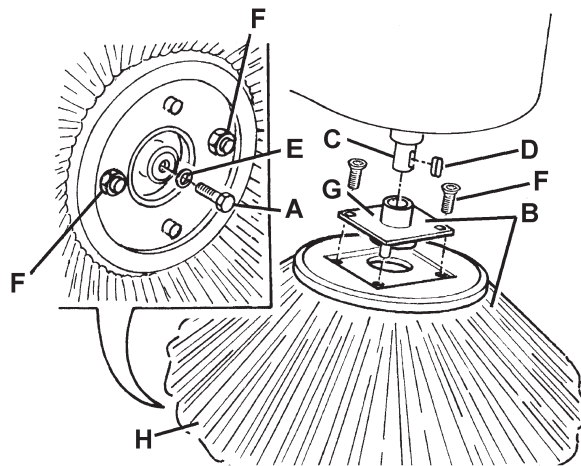

Abbildung 11
1. Das Gerät auf ebenem Untergrund abstellen und Feststellbremse mit dem Pedal (75) und dem Hebel (68) betätigen.
2. Zündschlüssel (67) in Stellung 0 drehen.
3. Betreffenden Seitenbesen mit dem Hebel (70) oder (71) anheben.
4. Schraube (A, Abb. 11) in der Mitte des Seitenbesens herausdrehen. Seitenbesen (B) von der Welle (C) lösen und zusammen mit der Nabe (B) abnehmen.
5. Die beiden Schrauben mit Muttern (F, Abb. 11) auf einer Werkbank entfernen und Nabe (G) vom Besen (H) abnehmen.
6. Den neuen Seitenbesen (H, Abb. 11) auf der Nabe (G) anbringen und die Schrauben mit Muttern (F) anziehen.
7. Keil (D) anbringen und den neuen Seitenbesen mit Nabe (B, Abb. 11) einbauen. Unterlegscheibe (E) anbringen und Schraube (A) eindrehen.